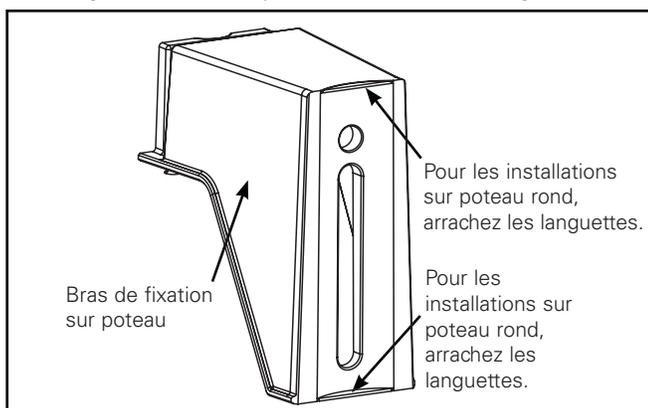

Figure 1.
Bras latéral du boîtier installé en usine - Option (Figure 1 – Figure 5).
1. Le bras de fixation sur poteau est conçu pour un poteau carré ou rond. L'installation sur poteau rond nécessitera le retrait des languettes du bras de fixation. Saisissez la languette avec des pinces et arrachez-la. (Figure 1)